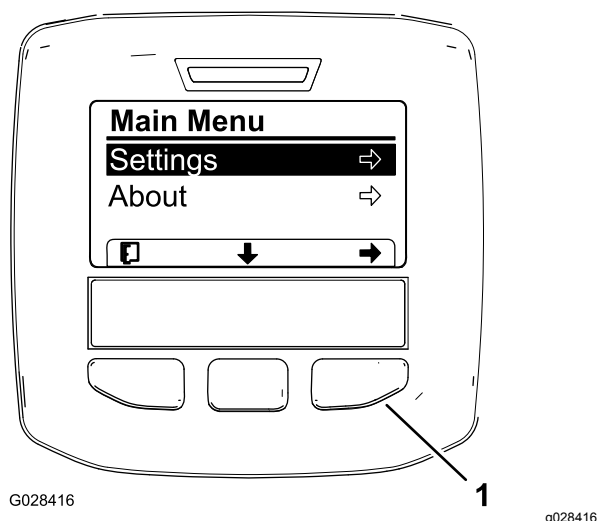
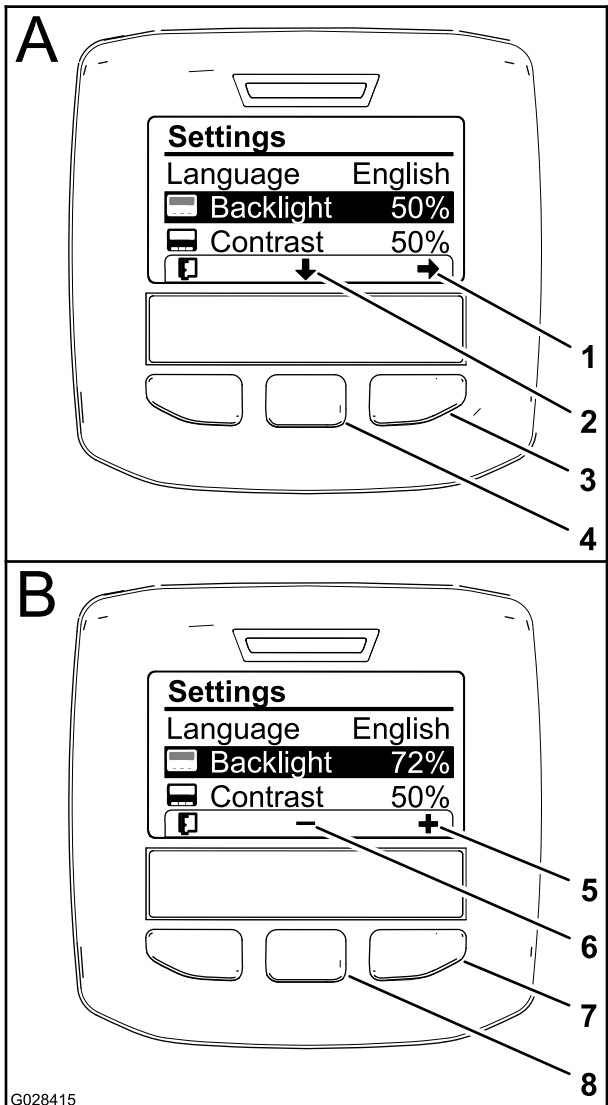

Bild 62
Bild 64
3. Drücken Sie die mittlere Auswahl taste, um auf das Hauptmenü zuzugreifen (Bild 62).
5. Drücken Sie die linke Auswahl taste, um die Auswahl(en) zu speichern, beenden Sie das Menü „Einstellungen“ und gehen auf das Hauptmenü zurück (Bild 62).
Symbol auf dem Display), um die ausgewählte Option nach unten zur Einstellung für die Rückbeleuchtung zu verschieben (Bild 64).
3. Drücken Sie die rechte Auswahl taste, um den Werteinstellungskontext anzuzeigen (Bild 64).
4. Ändern Sie die Helligkeit des Displays mit der mittleren und rechten Auswahl taste (Bild 64).
5. Drücken Sie die linke Auswahl taste (die Taste unter dem Listensymbol auf dem Display), um die Einstellung zu speichern, beenden das Menü „Rückbeleuchtung“ und gehen auf das Menü „Einstellungen“ (Bild 64) zurück.
6. Drücken Sie zum Einstellen des Kontrasts auf dem Display die mittlere Auswahl taste (die Taste unter dem nach unten zeigenden Symbol auf dem Display), um die ausgewählte Option nach unten zur Einstellung für den Kontrast zu verschieben (Bild 64).
7. Drücken Sie die rechte Auswahl taste, um den Werteinstellungskontext anzuzeigen (Bild 64).
8. Drücken Sie die linke Auswahl taste (die Taste unter dem Listensymbol auf dem Display), um die Einstellung zu speichern, beenden das Menü „Kontrast“ und gehen auf das Menü „Einstellungen“ (Bild 64) zurück.
9. Drücken Sie die linke Auswahl taste, um das Menü „Einstellungen“ zu beenden und das Hauptmenü anzuzeigen (Bild 62 und Bild 64).
10. Drücken Sie die linke Auswahl taste, um den Homebildschirm anzuzeigen (Bild 64).